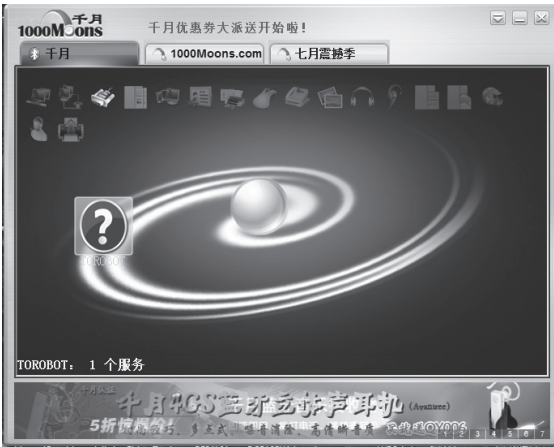

图 10.27 蓝牙搜索图
(1) 打开小车开关，此时蓝牙灯在闪烁，等待链接，电源模块灯亮，表示电源模块正常工作，Arduino模块上灯亮（红）表示正常工作。
(2) 小车放置到空旷的地带，准备遥控，把蓝牙发射器接在计算机上，在计算机上打开蓝牙，如图10.27所示。